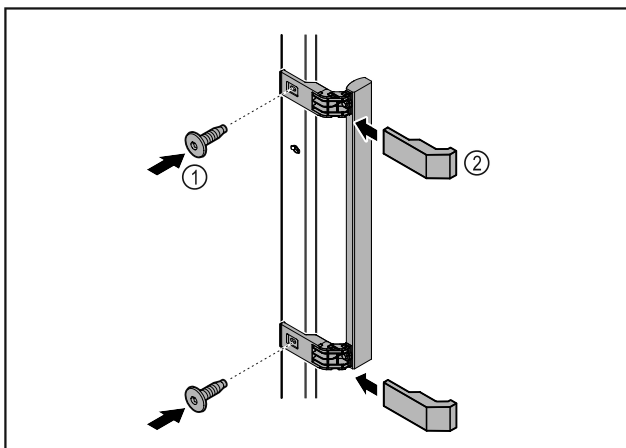

Fig. 44
- ▶ Griff aus dem Beipack mit den beiliegenden Schrauben Fig. 44 (1) an der Tür anbringen.
- ▶ Abdeckung Fig. 44 (2) aufsetzen.